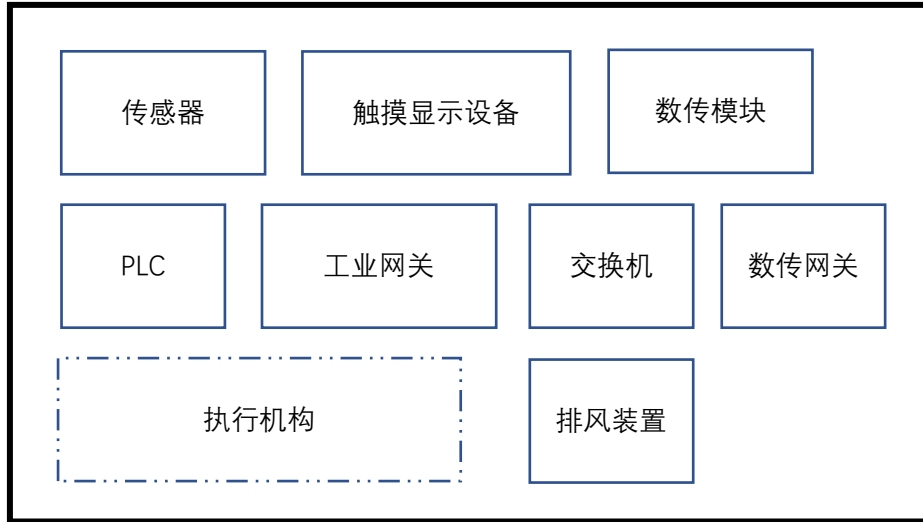

图 1-1 安装布局示意图
- (1) 按照图 1-1 的安装布局示意图所示,选择合适的设备安装到安装板上,要求设备安装标准、正确,设备安装位置工整、牢固、美观。